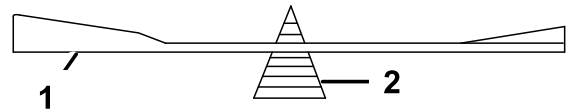

Figure 69
2. Vérifiez l'équilibre de la lame en la plaçant sur un équilibreur (Figure 69).